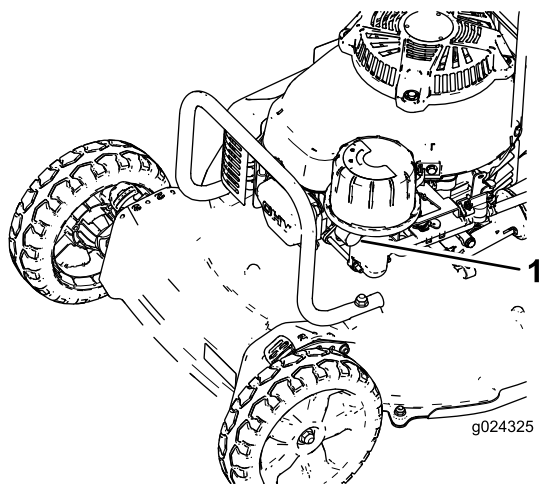

Figure 17
- Appuyez fermement sur la poire de l'amorceur (Figure 17) pendant 1 seconde.